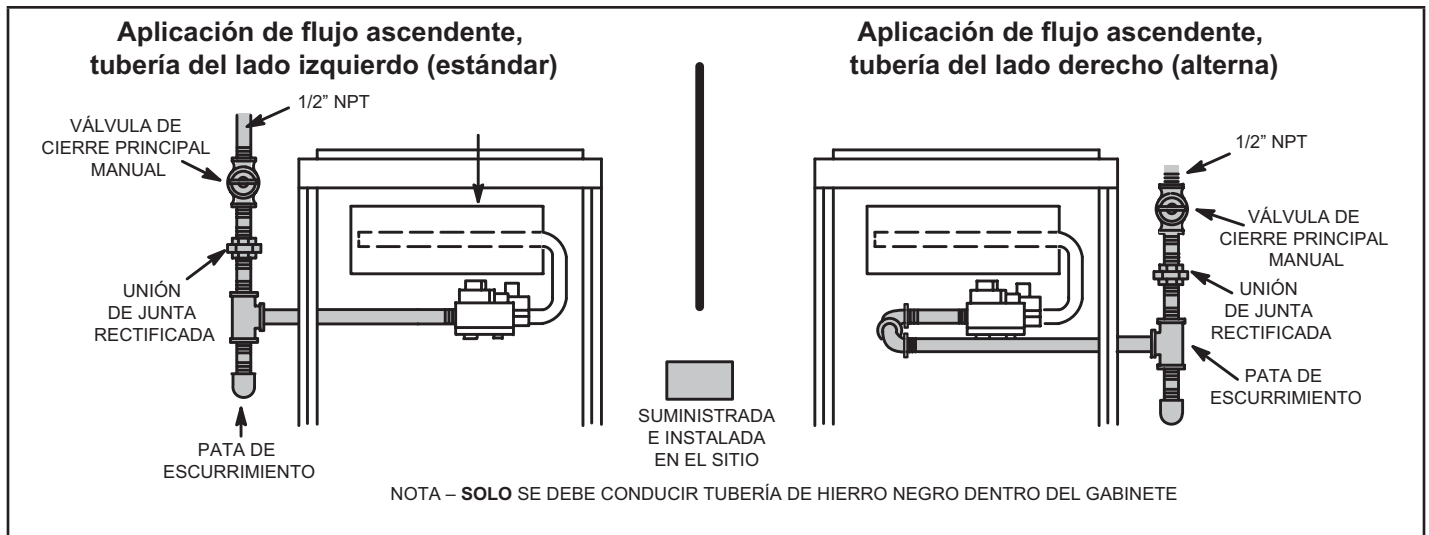
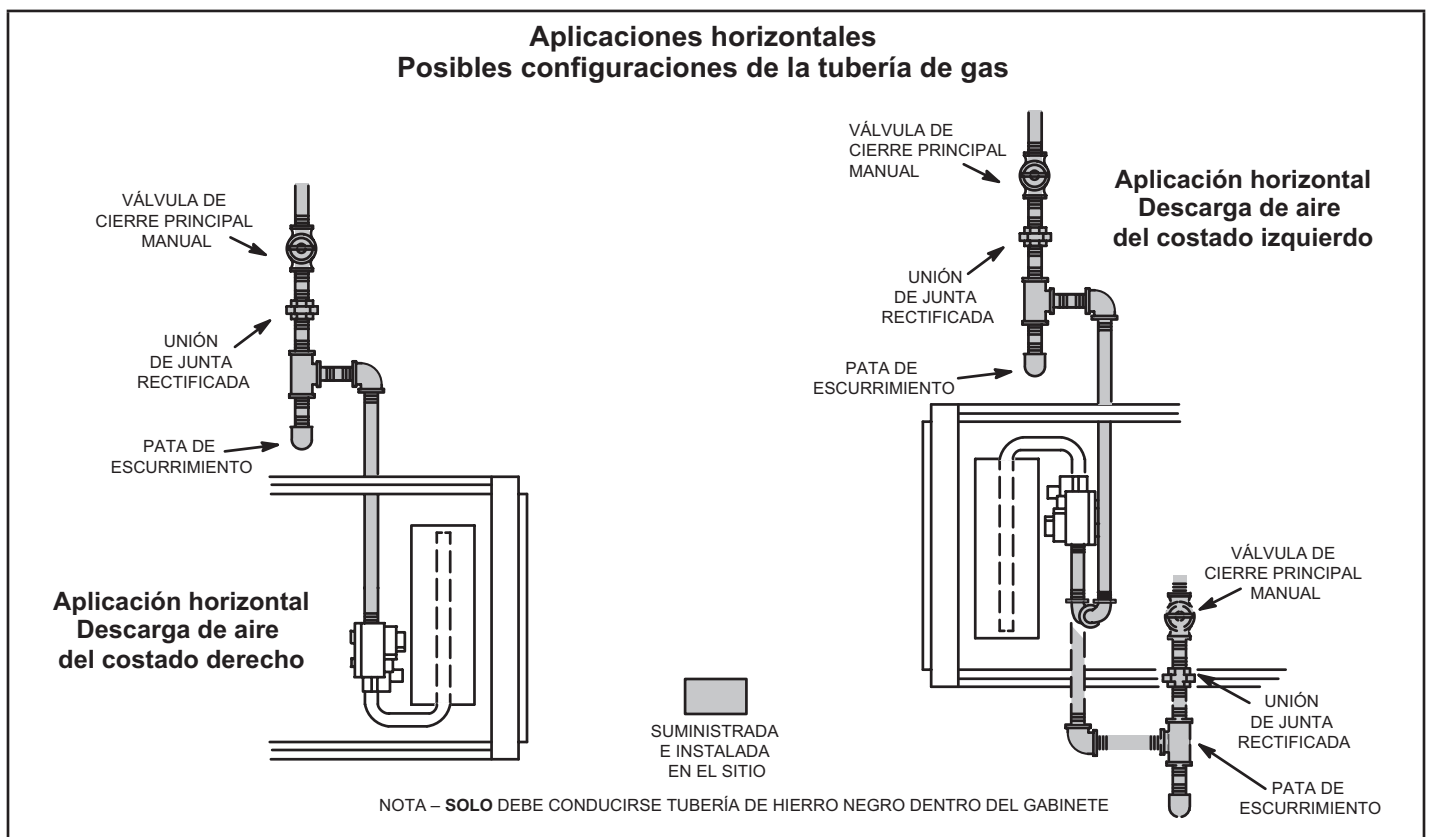

FIGURA 56
FIGURA 57
- 1 - La tubería de gas se puede conducir a la unidad desde el lado izquierdo o lado derecho. La tubería de suministro entra a la válvula de gas desde el costado de la válvula como se muestra en la "FIGURA 56". Conecte la tubería de suministro de gas a la válvula de gas. La torsión máxima es de 800 pulg-libras y la torsión mínima es de 350 pulg-libras cuando se conecte la tubería de gas a la válvula de gas.
- 3 - La tubería de gas no debe tenderse a través de los conductos de aire, canaletas de ropa, chimeneas o ventilación de gas, montaplatos o el hueco del ascensor. Centre la línea de gas en el centro del agujero para tuberías. La línea de gas no debería tocar el costado de la unidad. Ver la "FIGURA 56" y la "FIGURA 57".